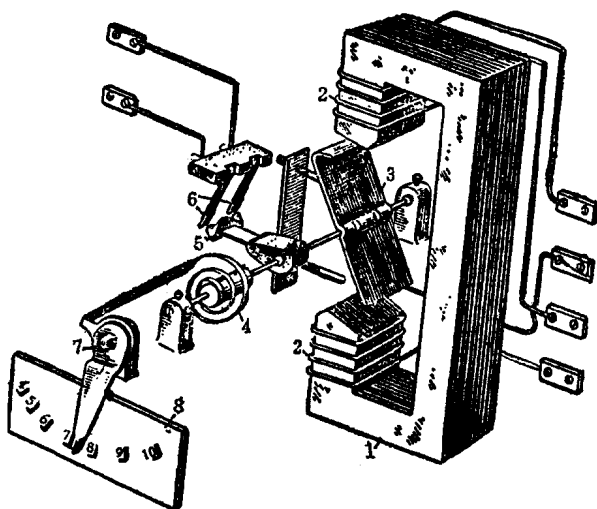

图 5-2 DL-10型电流继电器结构
1. 电流继电器 电流继电器用于当被保护设备发生过负荷或短路故障时，发出信号或使断路器跳闸。电流继电器根据其作用原理，可分为电磁型和感应型两种。DL-10 型为电磁型电流继电器，其结构如图 5-2 所示。当线圈中通过一定的电流时，产生磁通，吸引可动衔铁（Z 形铁片），使之绕轴转动，轴带动动接点与静接点接触，继电器即称动作。DL-10 型继电器依靠改变线圈的连接方式（串联或并联），以及改变反作用弹簧的松紧来调整动作电流。DL-10 型电流继电器的技术数据见表 5-3。